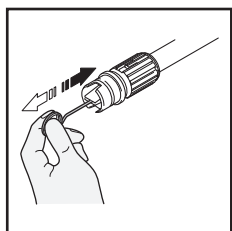

Fig. 19
- Utilizar el limpiador de punta de boca proporcionó (o un clip desplegado), inserta el alambre en el hoyo de boca y movimiento de aquí para allá hasta que escombros sean sacados (Fig. 19). Limpie atrás agua por las bocas que utilizan manguera y presión más alta disponibles (o boca estándar de agua o utilizan el pulgar sobre la boca para crear presión del agua para atrás rubor).